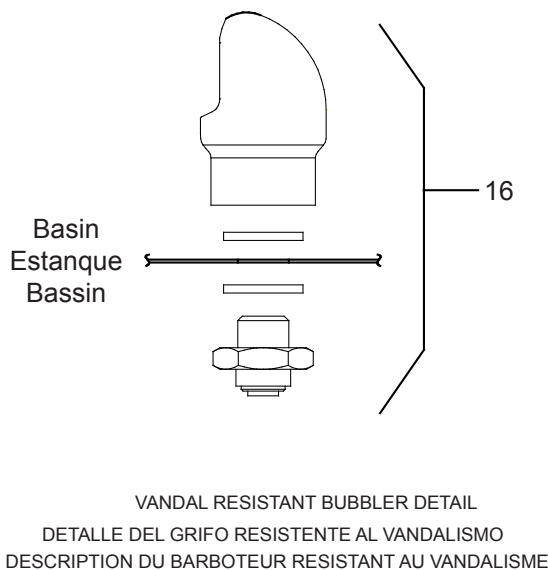

Fig. 3
- 8) Stream height is factory set for 45-50 PSI supply. If supply pressure varies greatly from this, readjust stream height to approximately 1-1/2" (38mm) above the bubbler guard by turning adjustment screw, accessible by removing front push panel, (see Fig. 3 & 5).
- 9) Replace the front panel and secure by retightening four (4) screws.
- 8) Altura del chorro viene configurado de fábrica para el suministro de 45-50 PSI. Si la presión del suministro varía demasiado de este valor, reajuste la altura del chorro a aproximadamente 1-1/2" por encima del protector del borboteador dando vuelta al tornillo de ajuste sacando el panel frontal de empuje, (vea Fig. 3 y 5).
- 9) Vuelva a colocar el panel frontal y asegúrelo apretando nuevamente los cuatro (4) tornillos.
- 8) Hauteur de flux est réglé en usine pour la fourniture de 45 à 50 lb/po2. Si la pression varie beaucoup de ce point, ajustez le niveau à nouveau à environ 1-1/2" (38mm) au-dessus du protège-barboteur en tournant la vis de réglage du régleur que l'on trouve en retirant le panneau, (voir fig. 3 et 5).
- 9) Remplacez le panneau avant et fixez le en place en resserrant les quatre (4) vis.